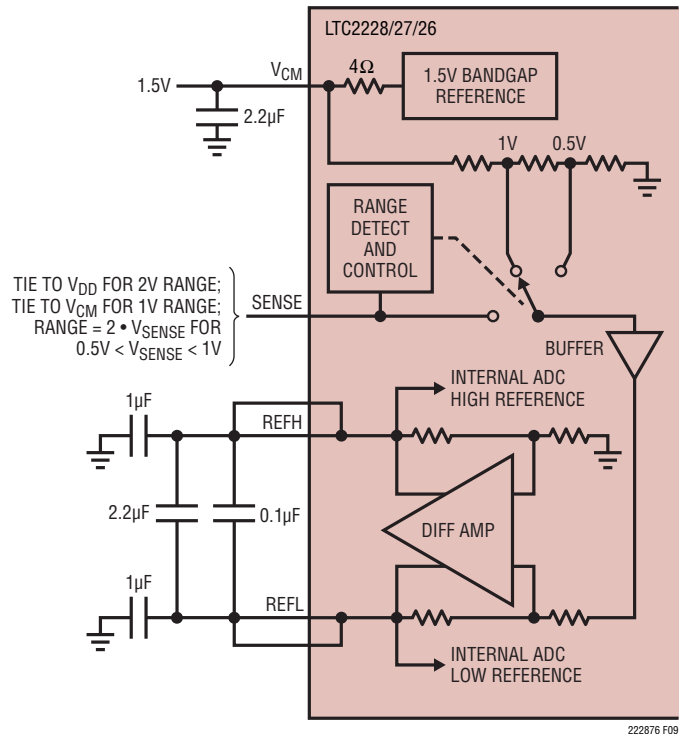

図9. 等価リファレンス回路
1.5Vのバンドギャップ・リファレンス、差動アンプ、およびスイッチングと制御の回路で構成されるLTC2228/LTC2227/LTC2226のリファレンス回路を図9に示します。内部電圧リファレンスはピンで選択可能な2V (差動±1V) または1V (差動±0.5V) の2つの入力レンジに設定することができます。SENSEピンをV_{DD}に接続すると2Vの範囲が選択され、SENSEピンをV_{CM}に接続すると1Vの範囲が選択されます。
差動アンプはADCの“H”リファレンスと“L”リファレンスを生成します。高速スイッチング回路がこれらの出力に接続されているので、これらの出力は外部でバイパスする必要があります。各出力には2つのピンがあります。パッケージのインダクタンスを減らすために複数の出力ピンを必要とします。バイパス・コンデンサは図9に示すように接続する必要があります。